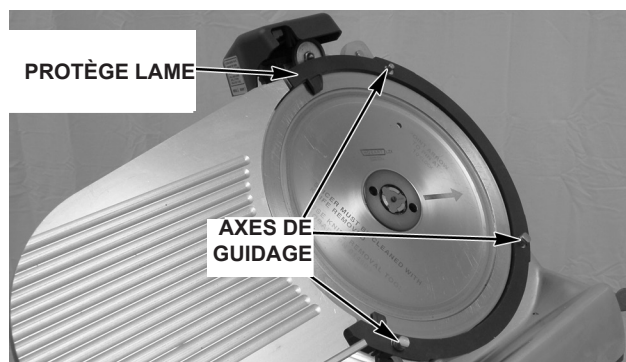

Fig. 20
- Installez le protège lame sur les trois axes de guidage (Fig. 20).